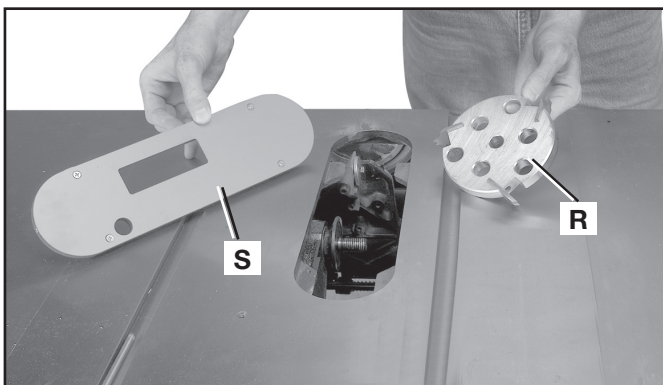

FIG. 70
⚠ AVERTISSEMENT : Ne jamais utiliser une fraise à mouler (R) Fig. 70 en position de biseau. De plus, utiliser l'insert de table accessoire (S) pour la fraise à mouler au lieu de l'insert standard de la table.
1. La fig. 70 montre une fraise à mouler (R) assemblée sur l'axe de la scie. De plus, utiliser l'insert de table accessoire (S) pour la fraise à mouler au lieu de l'insert standard de la table.